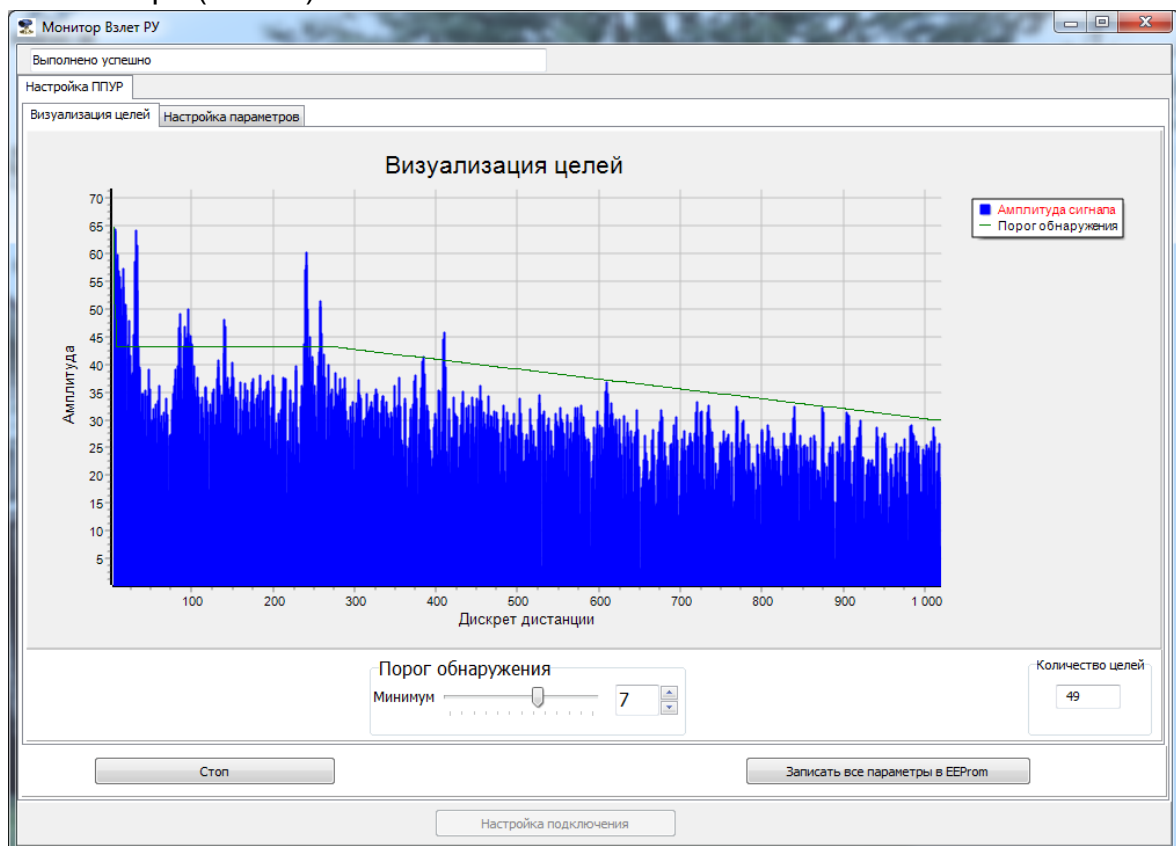

Рис.29. Паразитные сигналы в шумовой дорожке.
5.7.8. При наличии в шумовой дорожке паразитных сигналов (рис.29), могущих возникать при наличии на пути радарного луча имеющих в емкости конструкций – арматуры, лопастей мешалок и т.д., необходимо провести отстройку принимаемого сигнала на максимальный, изменяя порог обнаружения (п.5.7.3) или рабочий диапазон прибора (п.5.7.7).